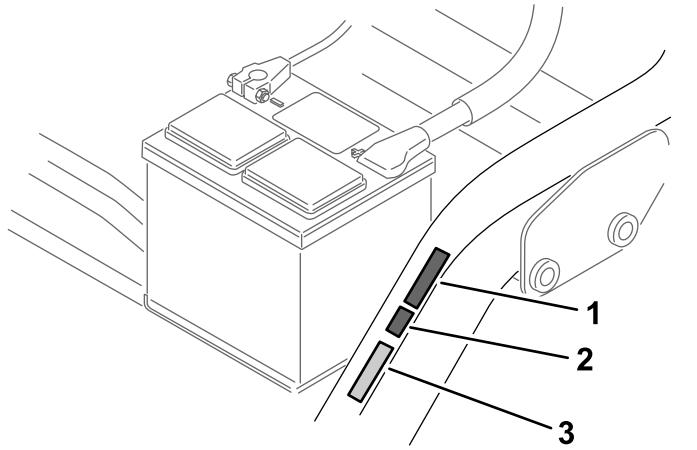

Рисунок 17
- Приклейте наклейку CE, указывающую год выпуска, рядом с наклейкой с маркировкой CE (Рисунок 17).
- Приклейте наклейку с маркировкой CE рядом с табличкой с серийным номером (Рисунок 17).